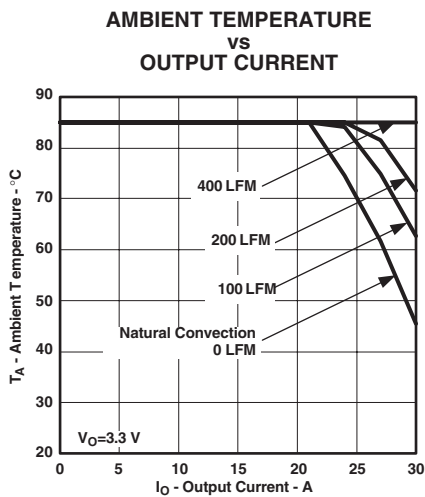
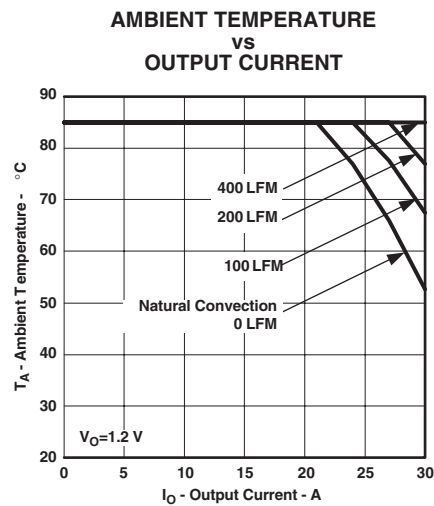

図 4
図 5
- (2) 温度デレーティング曲線は、内部部品の動作温度が弊社指定の最高動作温度以下になる条件を示します。このデレーティング制限は、2オンスの銅を使用した、100mm×100mmの両面基板に直接半田付けされたモジュールに対して適用されています。以上は図4、図5に適用されます。